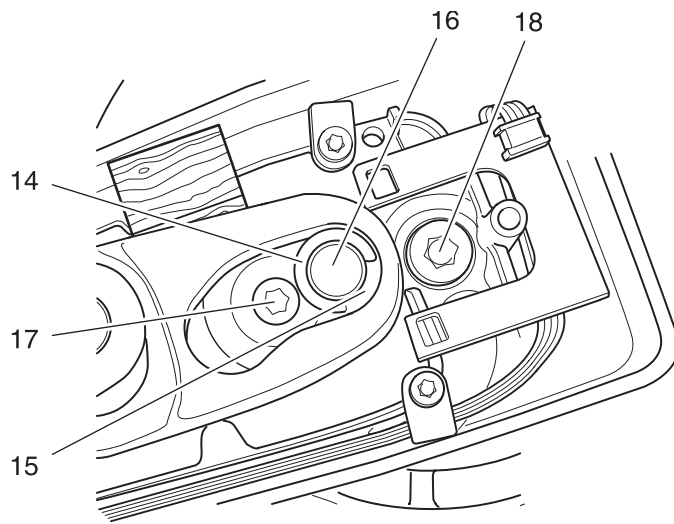

Fig. 1f
- Die Sicherungsscheibe 14 entfernen, das Nadellager 15 von der Kurbel 16 abnehmen (Fig. 1f).